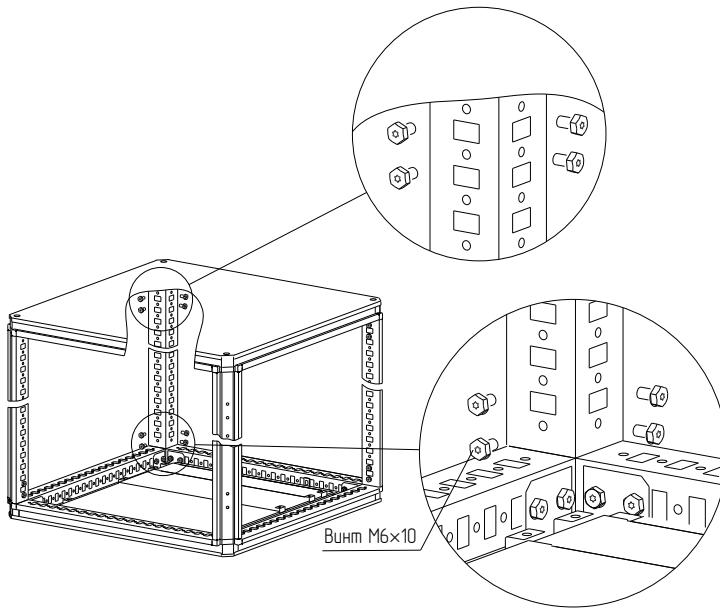

Рисунок 3
4.1.6 Закрепите стойки на основании и крышу на стойках винтами M6×10. Момент затяжки – 10 Н·м (Рисунок 3).